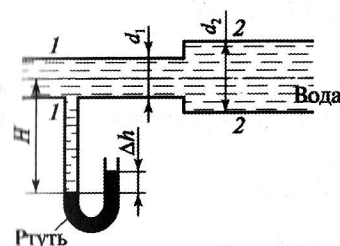

Рис. 5.4
**Задача 5.4.** Последовательно соединенные трубопроводы с водой имеют U-образный ртутный манометр (рис. 5.4). Рассчитать давления и скорости воды в двух сечениях данных трубопроводов, пренеб-